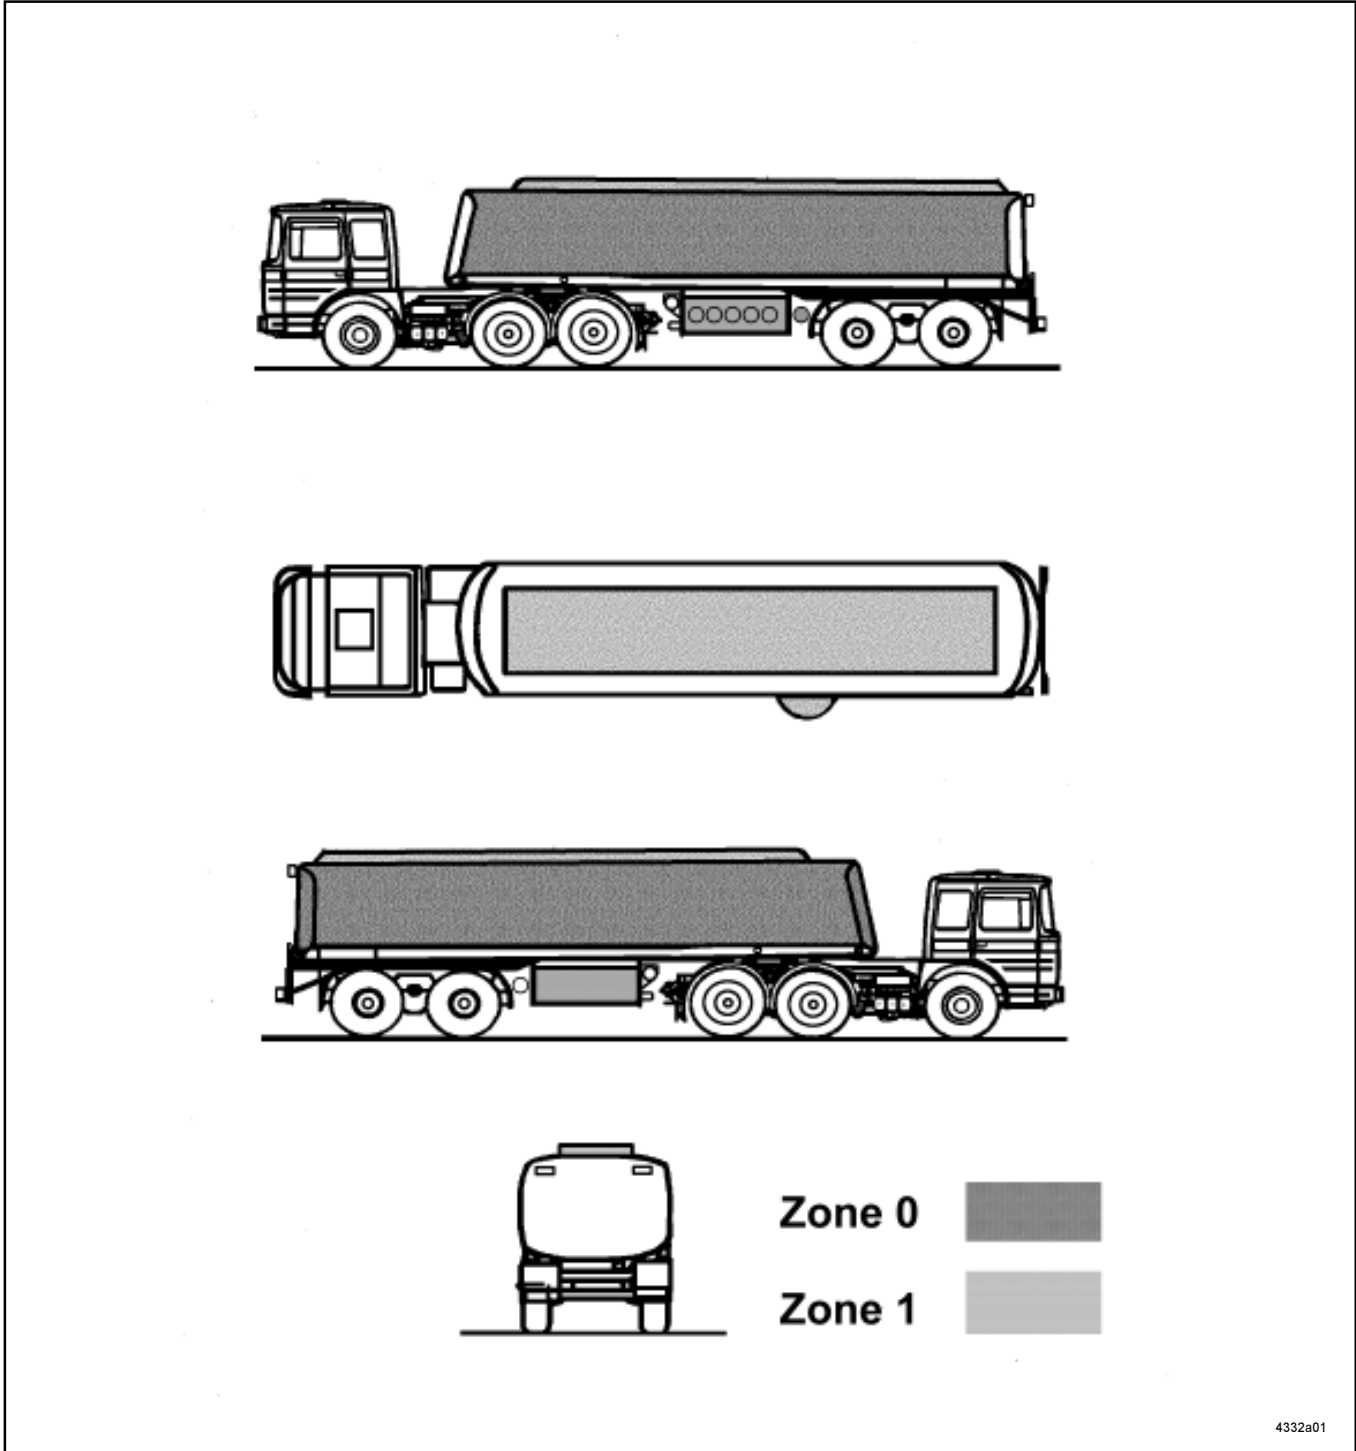

Abb. 2- Gefahrenzonen am Gefahrgutfahrzeug
- Nach dem Abschnitt 9.7.8 der ADR Vorschriften werden Gefahrgutfahrzeuge des Typs FL in Anlehnung an die EX - Vorschriften, in Zonen eingeteilt, siehe Abb. 2.